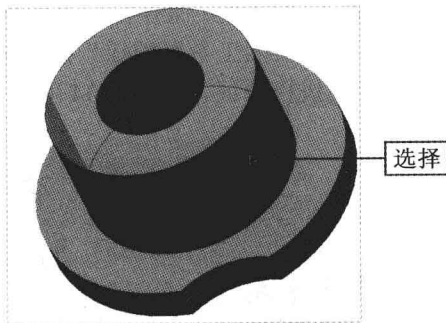

图 6-26 选择拔模面
Step 03 弹出“拔模”选项卡, 按住【Ctrl】键的同时, 在绘图区选择需要拔模的面, 如图 6-26所示。